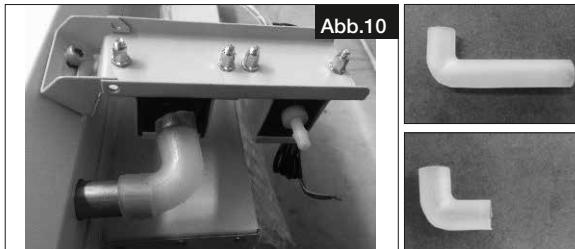

Abb.10
4. Den großen Schlauch verwenden, um die Schwimmereinheit mit dem Stutzen für den Kondensatablauf zu verbinden, s. Abb.10.